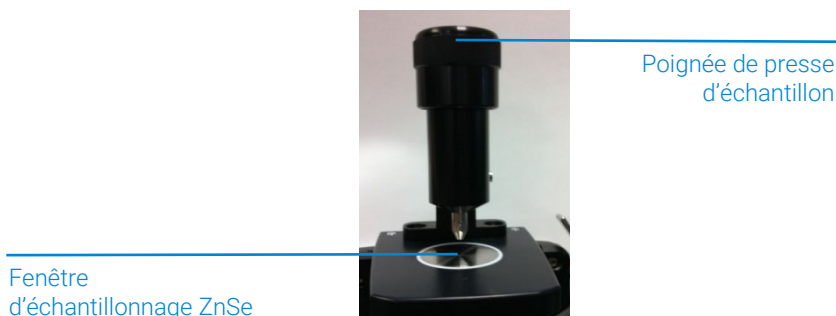

Figure 6 Presse d'échantillon d'accessoire ATR ZnSe en position la plus haute.
En mode chargement et nettoyage d'échantillon, la presse d'échantillon doit être en position la plus haute de telle sorte que l'extrémité de la presse d'échantillon soit bien au-dessus de la fenêtre d'échantillonnage ZnSe (voir Figure 6). C'est dans cette position qu'il est possible d'accéder facilement à la zone de montage d'échantillon pour charger l'échantillon en place et nettoyer les surfaces d'échantillonnage avant que l'échantillon suivant ne soit analysé.
- 1 Ouvrez la presse d'échantillon en tournant la poignée supérieure dans le sens des aiguilles d'une montre jusqu'à ce que le dessus de la trajectoire de la presse soit atteint (voir Figure 6).
- 1 Tournez la poignée de la presse d'échantillon dans le sens des aiguilles d'une montre pour ouvrir la presse d'échantillon de manière à ce que l'extrémité soit légèrement surlevée par rapport à la fenêtre d'échantillonnage ZnSe (voir Figure 6).